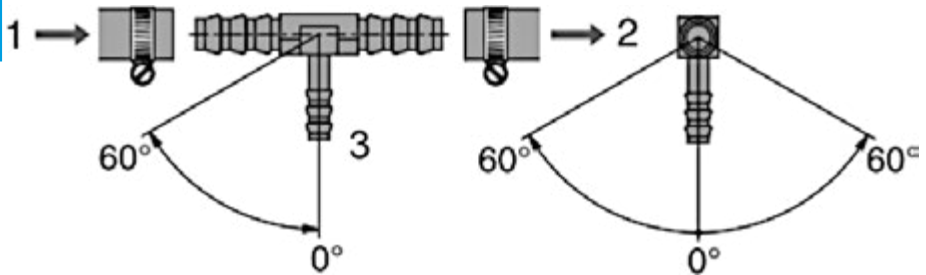

Fig. 36
- Separe el conducto de combustible del vehículo e introduzca las dos aberturas más gruesas de la pieza en T en los dos extremos resultantes [fig. 36 (1) (2)] del conducto de combustible.
- Después, conecte el conducto de combustible del calefactor con la salida fina libre [fig. 36 (3)] de la pieza en T con la ayuda de un manguito de goma.